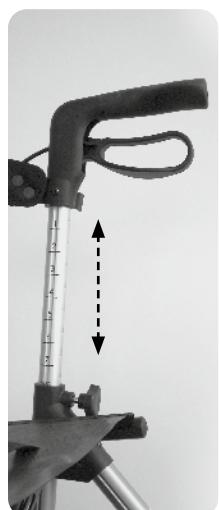

Abb. 7
2. Ziehen Sie den Handgriff auf die gewünschte Höhe (Abb. 7).
Stellen Sie beide Handgriffe in der gleichen Höhe ein. Die abgedruckten Ziffern auf der Innenseite der Handgriffe helfen Ihnen, Ihre persönliche Griffhöhe leicht wieder einzustellen (Abb. 7). Die höchstmögliche Einstellung der Handgriffe ist mit MAX gekennzeichnet. Aus Sicherheitsgründen darf eine höhere Einstellung nicht vorgenommen werden.